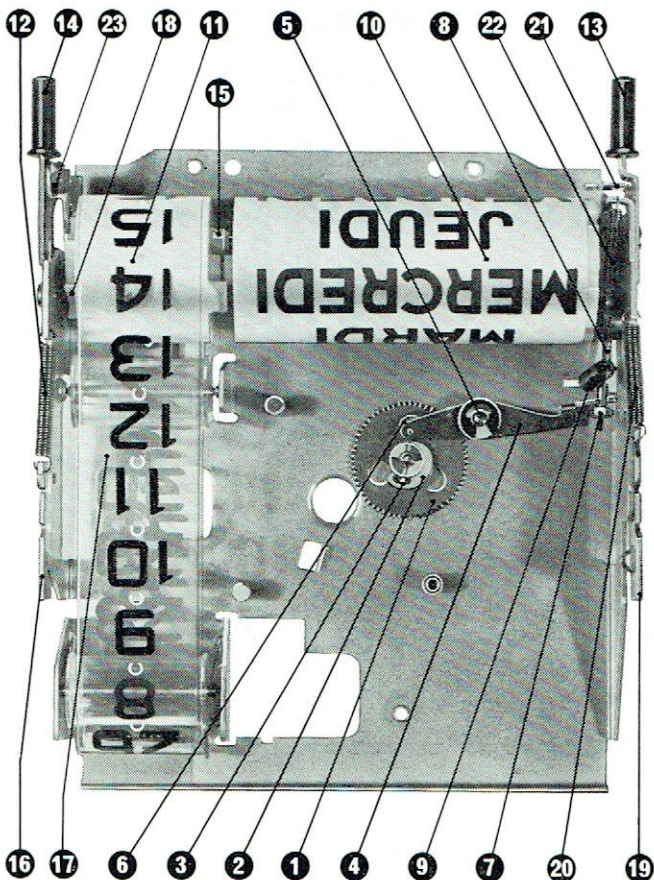

Fig. 39
La liaison du mouvement (AX) avec le tambour journalier et le film dateur s'enroulant sur un tambour prolongeant le tambour journalier est assurée par une roue (1) qui effectue un tour en 24 heures (pour faciliter la description, cette roue avec sa came et sa butée est représentée à l'envers sur la figure 39), entraînant une came (2) par l'intermédiaire d'une butée (3) solidaire de la roue (1) apparaissant dans le « haricot » de la came